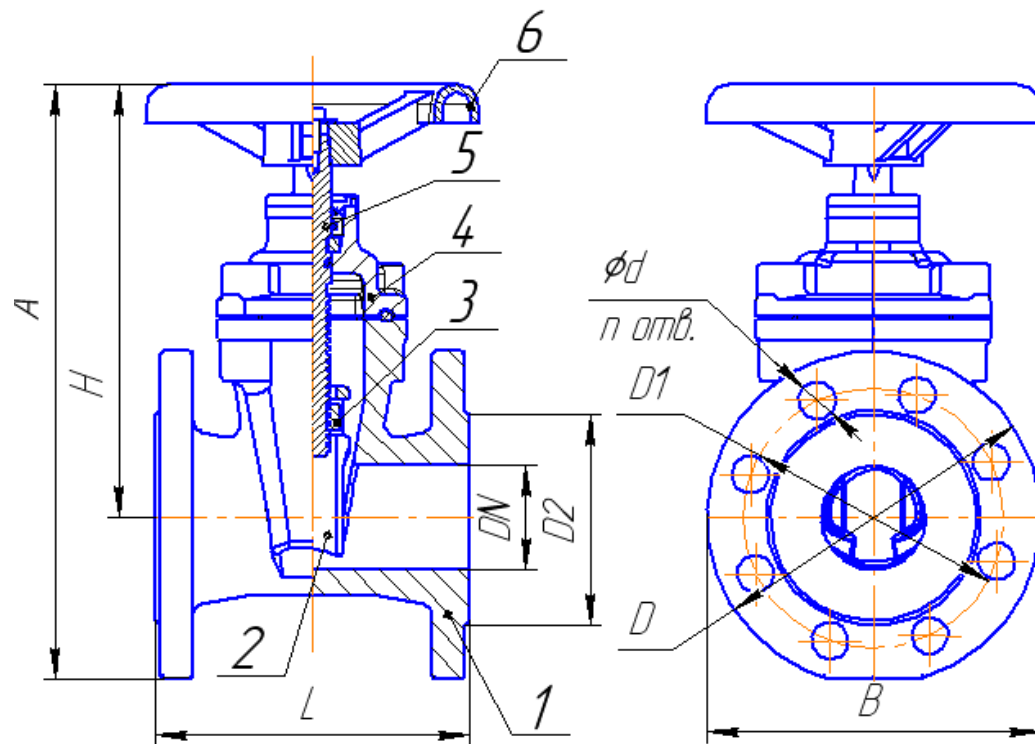

Рис. 1
- 3.2. Основные габаритные и присоединительные размеры указаны на рис. 1.